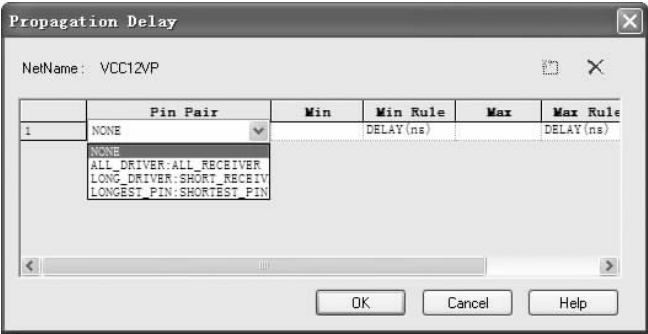

图 5-34 传播延迟对话框（二）
- “Pin Pair”: 引脚对，打开下拉菜单，如图 5-34 所示，包含三项: “ALL_DRIVER: ALL_RECEIVER”、“LONG_DRIVER: SHORT_RECEIVER”、“LONGEST_PIN: SHORTEST_PIN”。